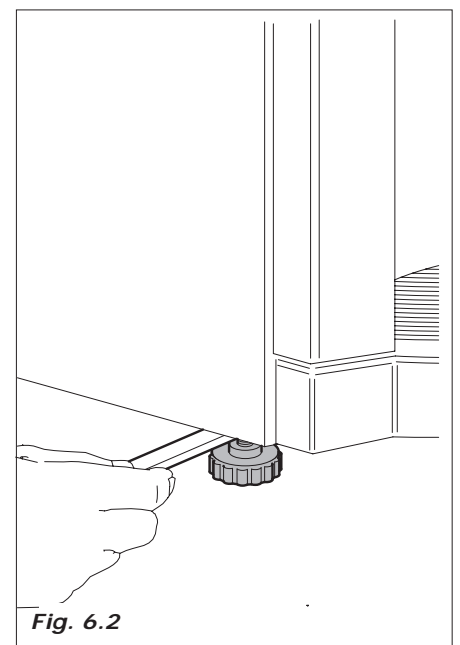

Fig. 6.2
- Nivelar el distribuidor, colocando un nivel sobre el mueble. Asegurarse que el desnivel no es superior a 2° (Fig.6.2).